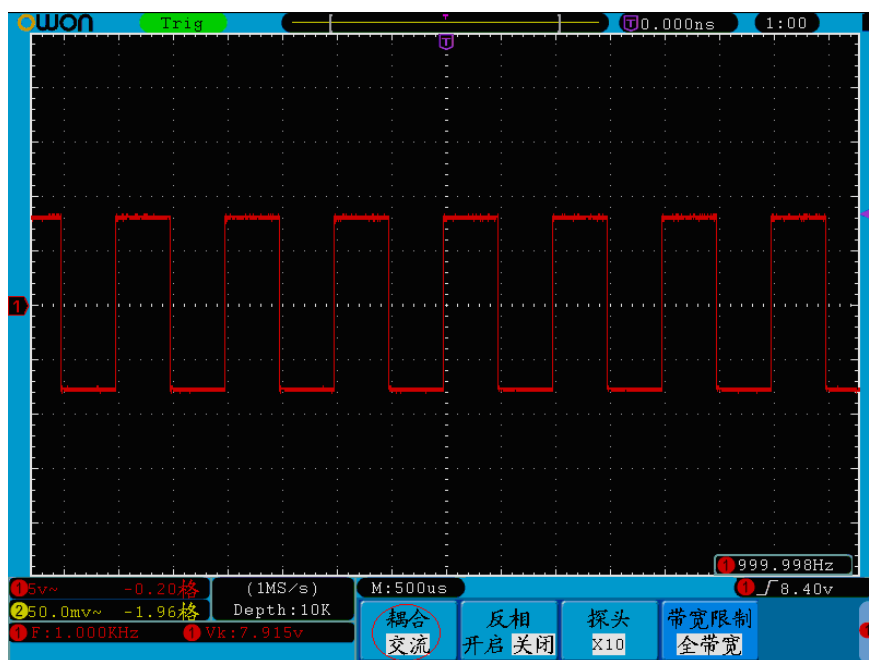

图5-2：交流耦合波形图
- (1) 按 **CH1菜单** 按键，调出 CH1设置 菜单。
- (2) 按 **H1** 键，调出耦合菜单。
- (3) 按 **F1** 键选择 **直流**，设置为直流耦合方式。被测信号含有的直流分量和交流分量都可以通过。
- (4) 按 **F2** 键选择耦合为**交流**，设置为交流耦合方式。被测信号含有的直流分量被阻隔。波形显示图5-2。